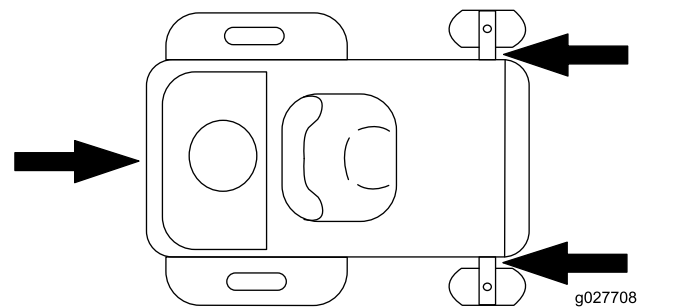

Bild 39
5. Vergurten Sie die Maschine in der Nähe der vorderen Laufräder und der hinteren Stoßstange (Bild 39).